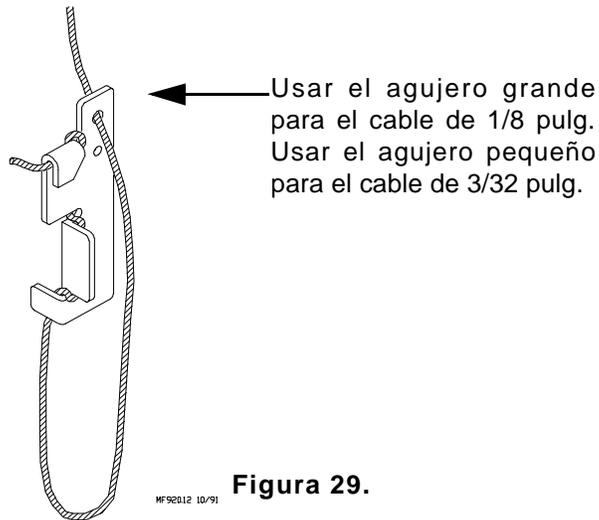

Figura 29.
20. Instalar el ajustador de nivel dentro de una distancia de 152 mm (6 pulg) de la línea de alimentación. La **Figura 29** muestra el paso correcto del cable alrededor del ajustador de nivel.